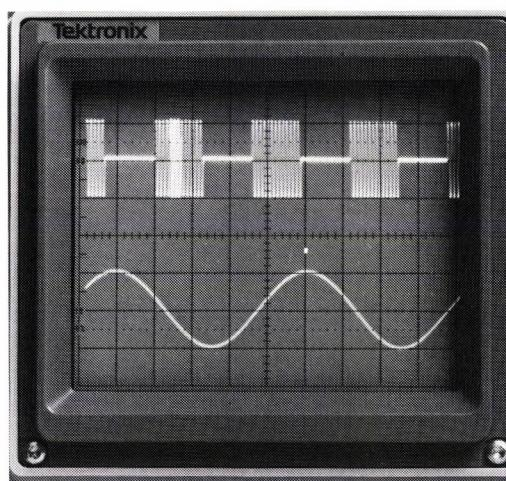

Fig. 6.
- Cas des signaux en salve : L'utilisation ordinaire d'un fréquencemètre sur de tels signaux ne permet pas de faire une mesure sélective dans une salve particulière. Par contre, le 2236 permet de réaliser cette mesure très simplement en utilisant la surintensification de la base de temps retardée (fig. 6). Cette dernière visualise la porte de comptage du fréquencemètre incorporé.